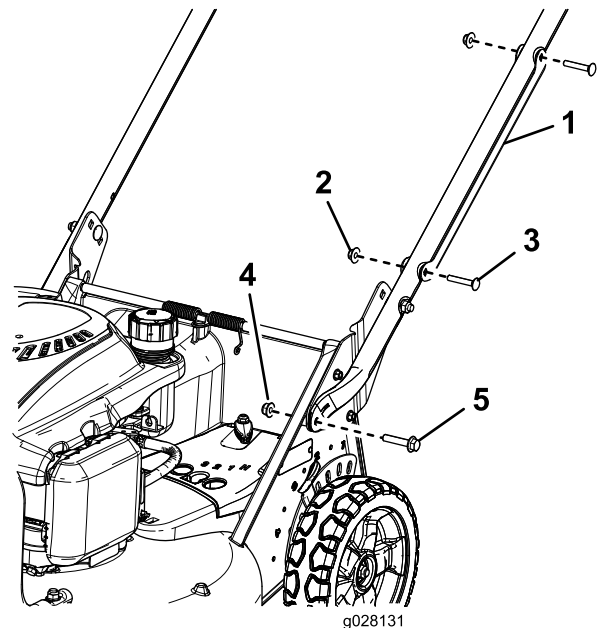

Figura 3
1. Retire los 2 pernos de cuello cuadrado y las 2 arandelas que sujetan el protector de cable al manillar, y retire el protector de cable del manillar (Figura 3)
2. Instale los extremos del manillar en la carcasa de corte con 2 pernos de cabeza hexagonal con arandela prensada (5/16" x 1-1/2") y 2 tuercas con arandela prensada (5/16"), según se muestra en Figura 3.
- Perno de cuello cuadrado – 5/16" x 1-1/2" (2)
- Soporte del manillar (2)
- Tuerca con arandela prensada – 5/16" (2)
- Posicione el protector de cable en el manillar **con el/los cable(s) dentro del protector**, y sujete el protector al manillar con los 2 pernos de cuello cuadrado y las 2 contratuercas que retiró anteriormente (Figura 3).